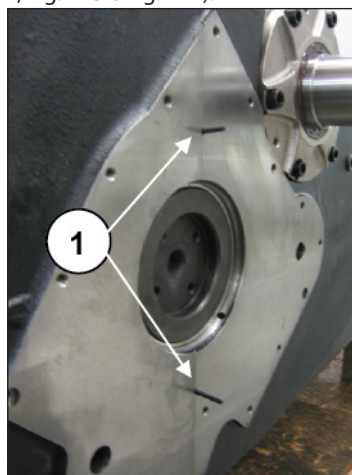
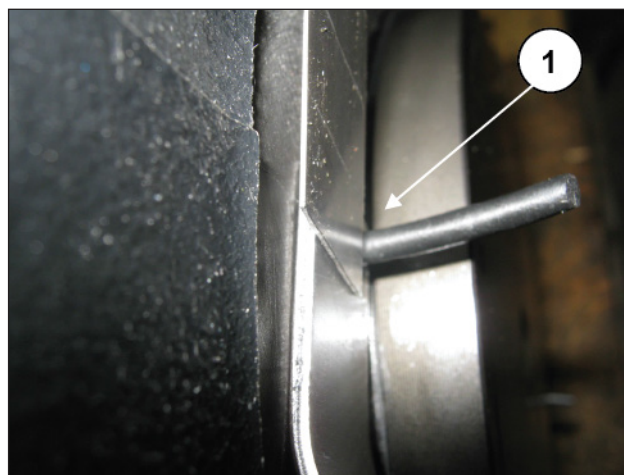

Fig. 113
Fig. 114
Mediante cutter e spessore tagliare la parte in eccedenza delle tenute OR uscenti dalla linea di giunzione carter anteriore e posteriore in corrispondenza della flangia albero a gomiti (pos. ①, Fig. 113 e Fig. 114).